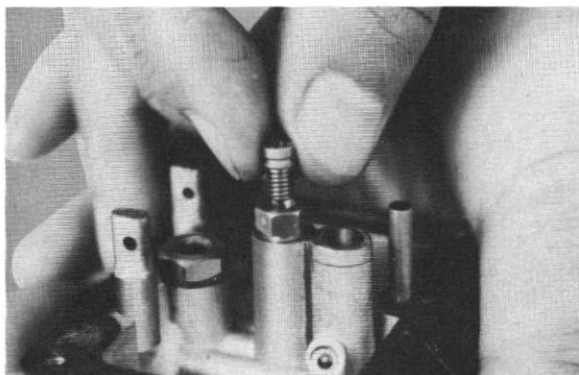

Fig. 4-10
- a. Main jet (Fig. 4-10)
- a. Gicleur principal (Fig. 4-10)
- a. Hauptdüse (Bild 4-10)